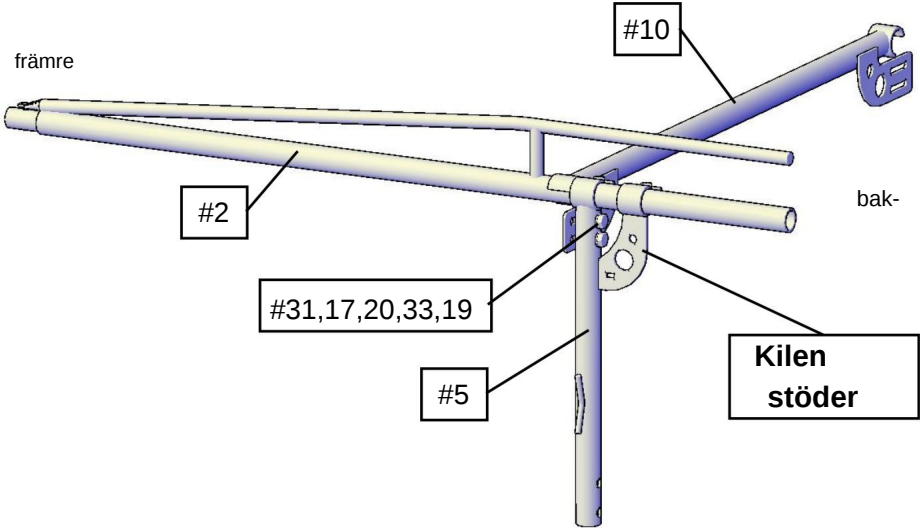

Fig. 6
Fäst med 2-M12x70 bultar (#31), plattbricka (17) (20), fjäderbricka (33) och mutter (19) (se tillbehörsbultsatsen "G") Dra åt ordentligt men inte helt. (Fig. 6)